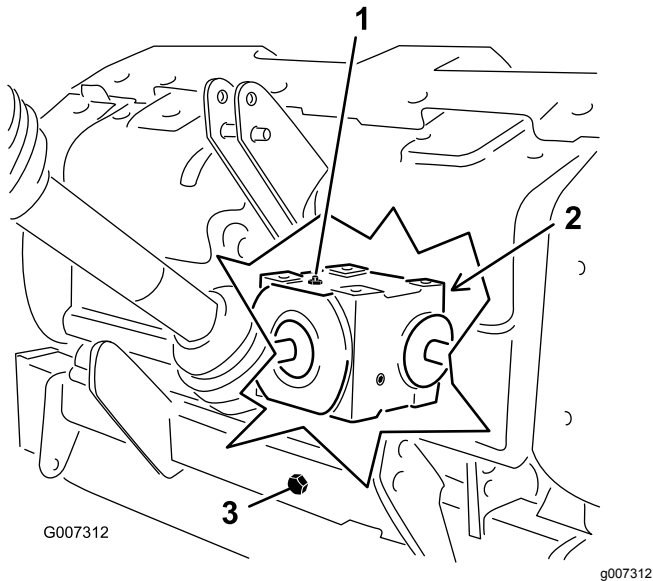

Рисунок 31
2. Выверните пробку контрольного отверстия коробки передач (**Рисунок 31**).
3. Проследите за тем, чтобы уровень масла в коробке передач доходил до низа контрольного отверстия (**Рисунок 31**).
1. Во избежание загрязнений произведите очистку пробок заливного и сливного отверстий (**Рисунок 31**).